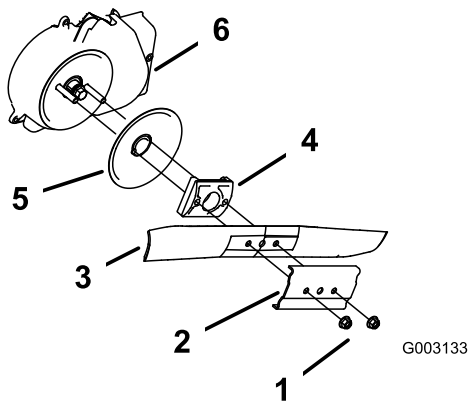

Bild 45
3. Entfernen Sie die beiden Messermuttern und die Verstärkung (Bild 45).
4. Nehmen Sie das Messer heraus (Bild 45).
5. Bauen Sie das neue Messer ein (Bild 45).